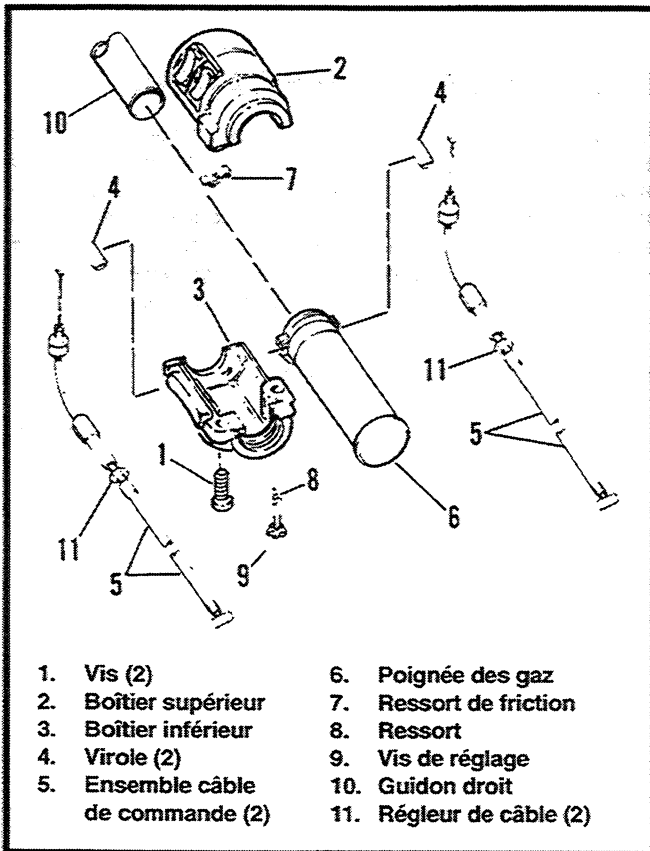
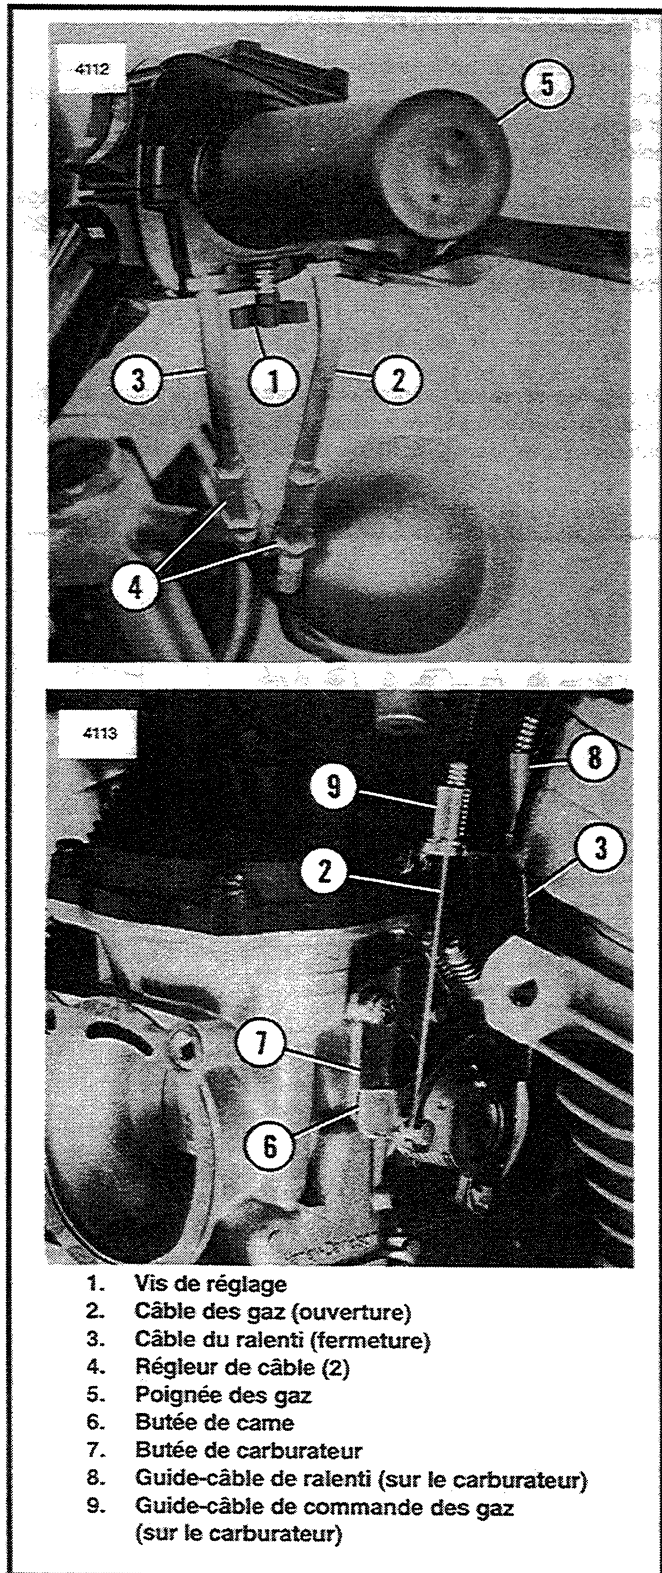

Figure 2-45. Commande des gaz sur le guidon droit
Figure 2-46. Câbles de commande des gaz et du ralenti
Voir Figure 2-45. La commande des gaz doit fonctionner librement sans gripper. Lorsque la vis de réglage (9) est tirée, le papillon du carburateur doit se remettre en position fermée (ralenti). Vérifiez le réglage du câble. Le moteur en marche, faites pivoter le guidon complètement de gauche à droite. Si la vitesse du moteur change pendant cette manœuvre, réglez les câbles de la manière suivante :
1. Voir Figure 2-46. Desserrez la vis de réglage (1).
2. Faites glisser la protection en caoutchouc (s'il y en a une) hors de chaque régleur de câble (4).
5. Alignez la roue avant dans l'axe de la moto. Ouvrez les gaz à fond en tournant la poignée (5) ; maintenez-la dans cette position.
6. Tournez le régleur (4) du câble de commande des gaz (2) jusqu'à ce que la butée de came (6) vienne en contact avec la butée du carburateur (7). Serrez le contre-écrou du régleur (4) du câble de commande des gaz (2) ; relâchez la poignée des gaz.
DEPOSE/DEMONTAGE (Figure 2-45)
1. Voir Figure 2-45. Appliquez une légère couche de graphite sur le guidon et la surface intérieure des boîtiers (2 et 3).
2. Installez le ressort (8), la vis de réglage (9) et le ressort de friction (7) dans le boîtier inférieur (3).
3. Voir Figure 2-45. Branchez les câbles (5) au boîtier inférieur (3). Voir Figure 2-46. Le câble d'accélération (2) est muni d'un écrou fileté de 5/16 po. (7,9 mm) et se situe à l'avant du boîtier inférieur. Le câble de ralenti (3) es muni d'un écrou fileté de 1/4 po. (6,3 mm) et se situe à l'arrière du boîtier inférieur.
4. Voir Figure 2-45. Installez la poignée des gaz (6) sur l'extrémité du guidon droit (10). Installez le boîtier inférieur (3) sur le guidon droit, en emboîtant la poignée des gaz dans le boîtier inférieur. Placez les viroles (4) sur les embouts des câbles (5), puis installez-les (avec les câbles attachés) dans leurs encoches respectives de la poignée des gaz.
7. Voir Figure 2-46. Installez la gaine du câble de ralenti (3) et le ressort dans le guide de câble (8) le plus long, situé sur le carburateur.
8. Installez la gaine du câble de commande des gaz (2) dans le guide-câble (9) le plus court, situé sur le carburateur.